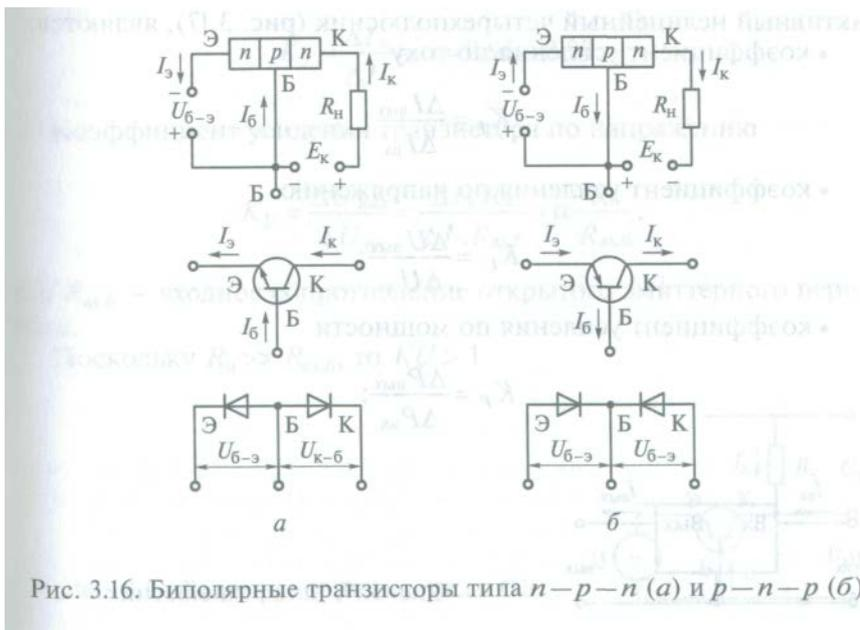

Рис. 3.16. Биполярные транзисторы типа  $n-p-n$  (а) и  $p-n-p$  (б)
**Биполярным транзистором** называется полупроводниковый прибор с двумя взаимодействующими  $p-n$ -переходами. Биполярные транзисторы различаются по структуре. В зависимости от чередования областей различают биполярные транзисторы типа  $p-n-p$  и  $n-p-n$  (рис. 3.16). Транзисторы имеют три вывода: эмиттер (Э), базу (Б) и коллектор (К). В биполярных транзисторах типа  $n-p-n$  положительная полярность источника питания  $E_k$  подключается к коллектору, а в транзисторах типа  $p-n-p$  — к эмиттеру.